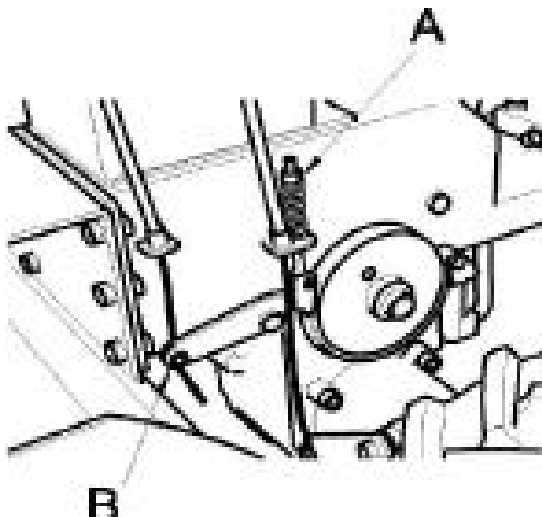

Figure 8
- sur la borne de raccordement du câble de freinage (Fig.8 Pos. C).
- Visser l'écrou M8 (Fig. 8 Pos. A) jusqu'à obtenir l'arrêt immédiat de la machine en réponse au relâchement du levier d'avancée (Fig. 1, Pos. A).